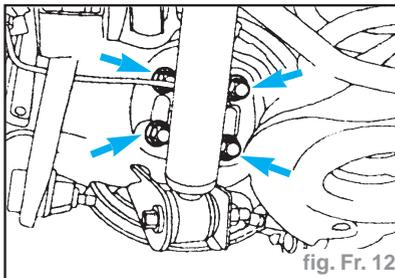

fig. Fr. 12
- Déposer les boulons de fixation de fusée AR (fig. Fr. 12).